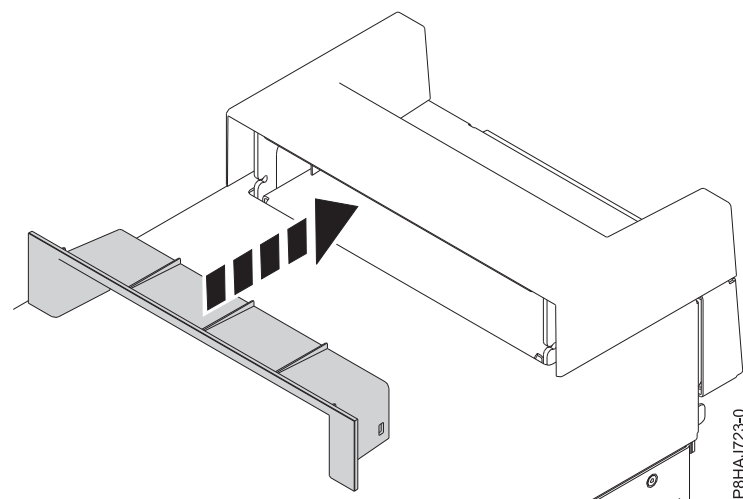

Figure 25. Insertion de la pièce plastique dans la poignée sur un système autonome 8286-41A
2. Insérez la pièce plastique (garniture intérieure) dans la poignée en la poussant fermement comme illustré figure 25.